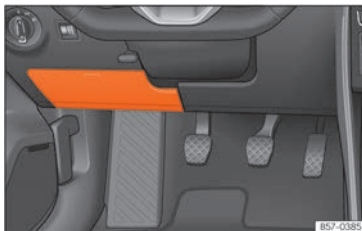

Abb. 201 Auf der Fahrerseite in der Instrumententafel: Abdeckung des Sicherungskastens.
- **Öffnen:** Abdeckung nach unten aufklappen » » (Abb. 201).